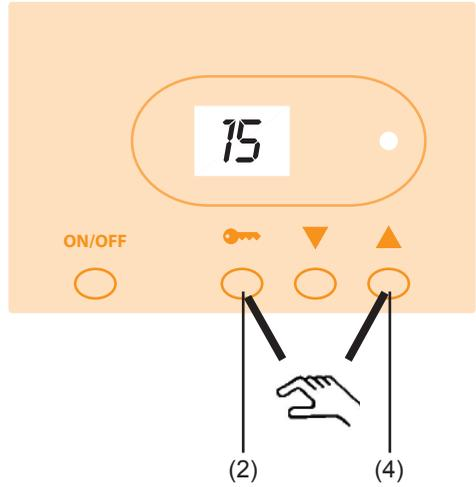

Abb. 6
Drücken Sie die Tasten (2) und (4) gleichzeitig (Abb. 6).